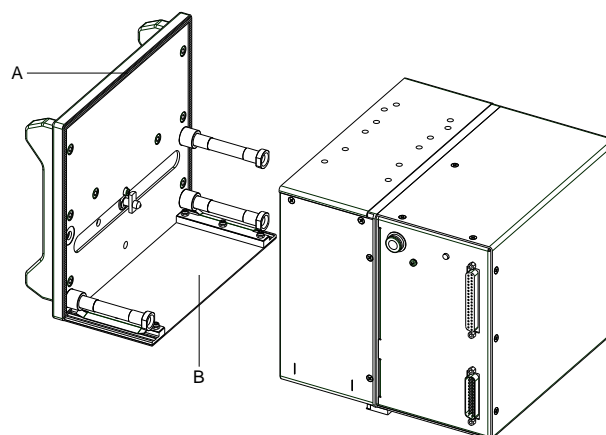

Figure 22
3. Grâce à un profil d'étanchéité inséré (A, Figure 22) et un capot (B, Figure 23), le mécanisme d'impression est protégé contre la pénétration d'eau et de poussière.